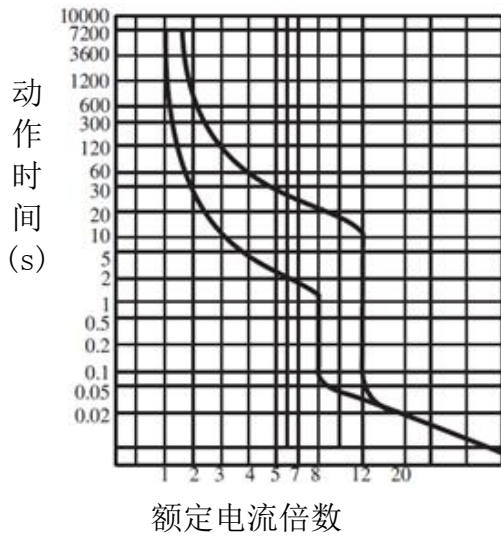

图 1 HYM3L-125 动作特性曲线
4.6 断路器反时限特性曲线及其温度校正曲线见图 1~图 14